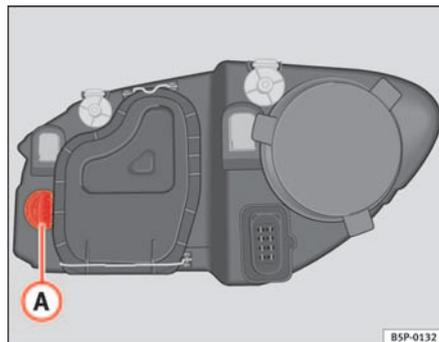

Fig. 180 Lampe du feu clignotant
- Tournez le porte-lampes ⇒ fig. 180 **A** vers la gauche puis tirez.